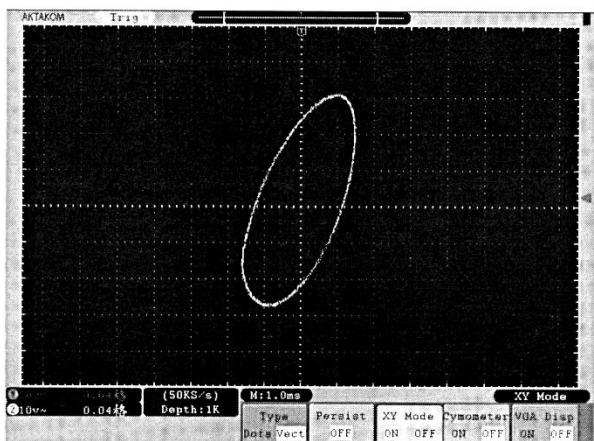

Рис. 3.18. Вид экрана
2. Нажатием кнопки Н3 включите режим X-Y (состояние - ON) (см. рис. 3.18).